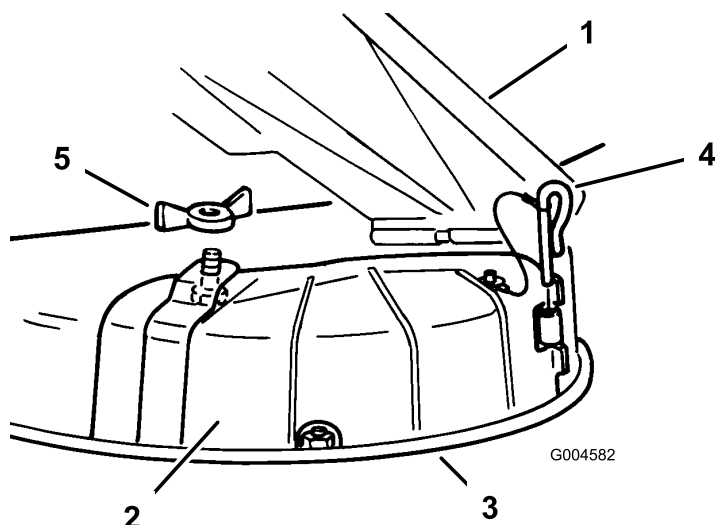

Bild 21
3. Entfernen Sie die Flügelmutter und die Schraube, mit denen die Abdeckung befestigt ist (Bild 21).
4. Entfernen Sie die Scharnierstifte, mit denen die Abdeckung am Mähwerk befestigt sind (Bild 21).
3. Heben Sie das Ablenkblech hoch und legen die Auswurfkanalabdeckung über die Öffnung und auf die untere Lippe des Mähwerks, wobei Sie die Abdeckung gleichzeitig in das vordere Scharnier stecken (Bild 21).
4. Schieben Sie den Scharnierstift durch das Scharnier (Bild 21).
5. Befestigen Sie die Auswurfkanalabdeckung mit der Flügelmutter am Mähwerk (Bild 21).